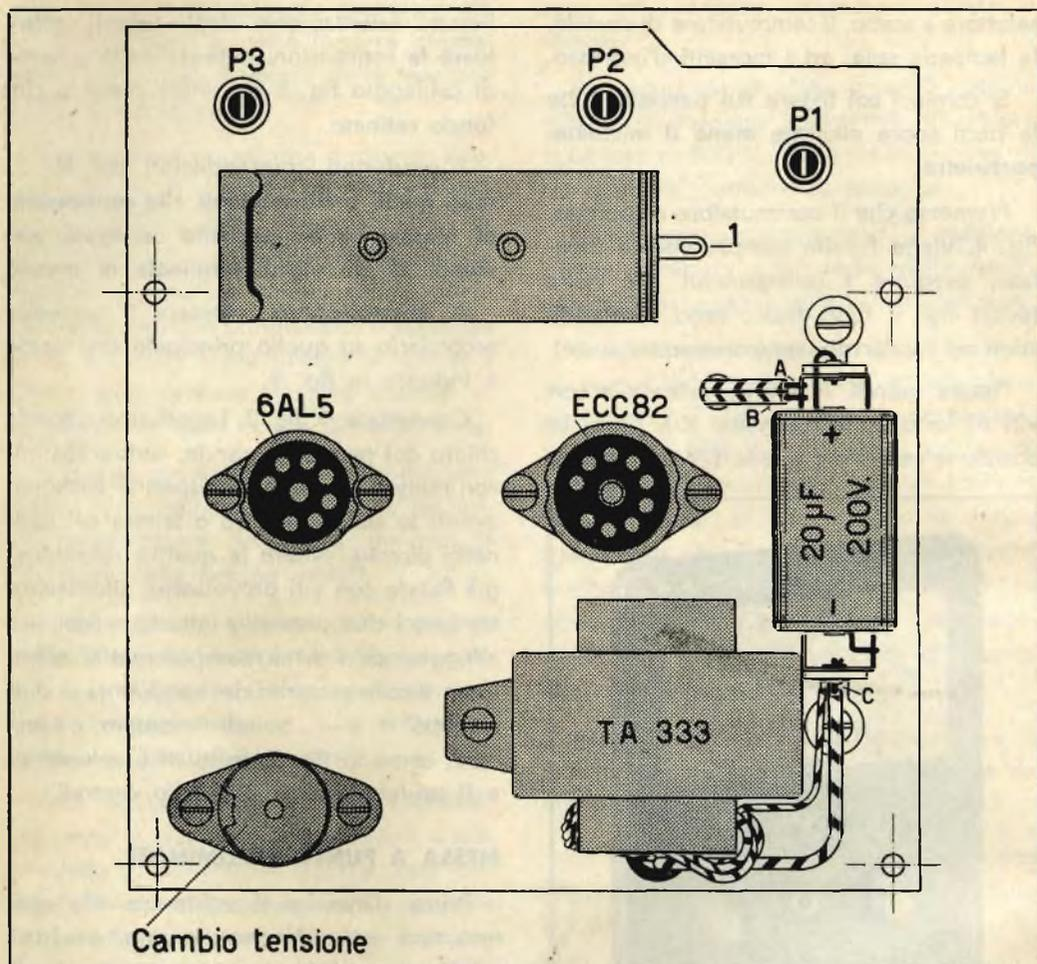

Fig. 6
- 2) Pannello secondario porta valvola e comandi semifissi (vedi fig. 6).
E' rappresentato dalla fig. 6 e comprende i tre potenziometri:  $P_1$ ,  $P_2$  e  $P_3$  tutti da 10 K $\Omega$ , i due zoccoli per le valvole ECC82 e 6AL5, il supporto della batteria da 1,5 V., il trasformatore di alimentazione, il cambio tensione e le quattro basette di ancoraggio.